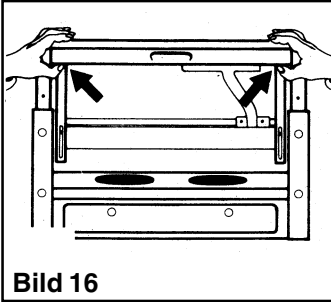

Bild 16
- Innere Abdeckung der vorhandenen Geräteblende durch Drücken der beiden Entriegelungen (Drücken und Ziehen) abnehmen. **Bild 16.**